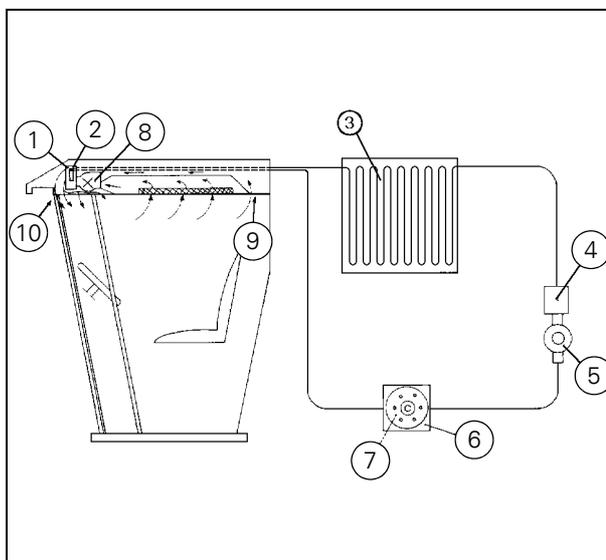

Рисунок 38
(Рис. 38)
Дверь в кабине должна быть закрыта, а отверстие (9) (Рис. 38) для режима рециркуляции должно быть полностью открыто.